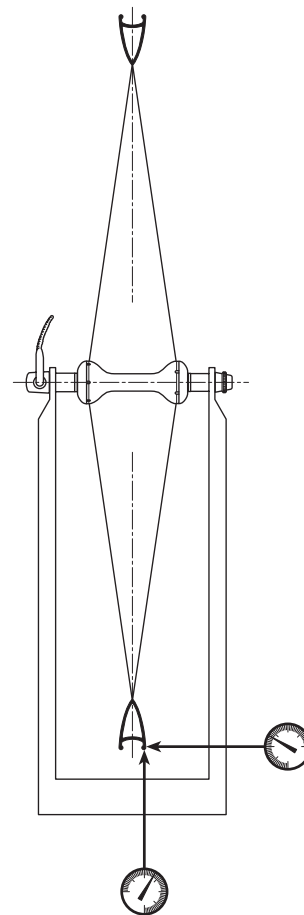

Fig. 70
• Per effettuare il centraggio posizionate la ruota su un supporto centraruote rigido, bloccatela con il bloccaggio rapido e controllate lo sbandamento assiale e radiale per mezzo di un comparatore (Fig. 70).
• To center, place the wheel on a rigid wheel-centering support, lock it by means of the quick release skewer, and check the axial and radial offsets using a dial gauge (Fig. 70).
• Zur Zentrierung das Laufrad in einen festen Zentriertänder positionieren, mit dem Schnellspanner blockieren und den Seiten- und Höhenschlag mittels eines Komparators (Abb. 70) kontrollieren.
• Pour réaliser le centrage, positionnez la roue sur un support rigide de centrage des roues, bloquez-la à l'aide du blocage rapide et contrôlez les débattements axial et radial à l'aide d'un comparateur (Fig. 70).
• Para efectuar el centrado, colocar la rueda en un soporte centrarruedas rígido, bloquearla con el bloqueo rápido y comprobar su desalineamiento axial y radial mediante un comparador (Fig. 70).
• Om het wiel te kunnen centreren plaatst u het in een stevige wielrichter en zet het wiel vast door gebruik te maken van de snelspanner. De zijdelingse en verticale uitslag controleert u met behulp van een geleider (Fig. 70).